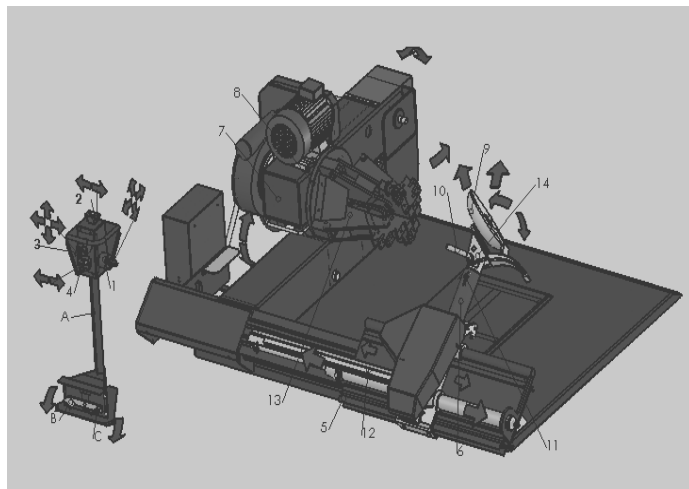
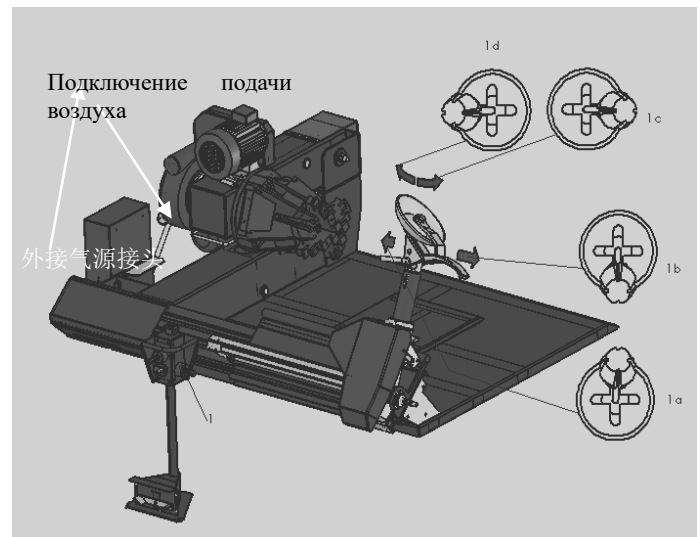

Рис.23 Страние Б
Рис.25 Структура В
Ключ (рис. 23)
(Рис. 23 и рис.25)
- Переведите выключатель 1 в верхнее положение (Рис.25 1a), механический рычаг должен подниматься
(Рис.25 1b) , механический рычаг должен опускаться
- Переведите выключатель 1 вправо (Рис.25 1c) , монтажная головка должна повернуться против часовой стрелки на 180°
- Переведите выключатель 1 влево (Рис.25 1d) , монтажная головка должна повернуться по часовой стрелке на 180°
- Переведите выключатель 2 вправо (Рис. 23) , монтажная головка должна двигаться вправо.
- Переведите выключатель 2 влево (Рис. 23) , монтажная головка должна двигаться влево.
2 Проверьте правильность направлений движения каретки (5) и монтажной головки (7) (см. рис.23):
Для работы с колесом диаметром меньше 800 мм и больше 1500 мм необходимо вставить штифт во второе отверстие (см. 11 на рис.23).